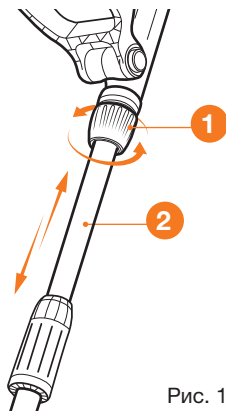

Рис. 10
- Открутите регулятор высоты штанги **1** против часовой стрелки и установите штангу **2** на необходимую длину (Рис. 10).